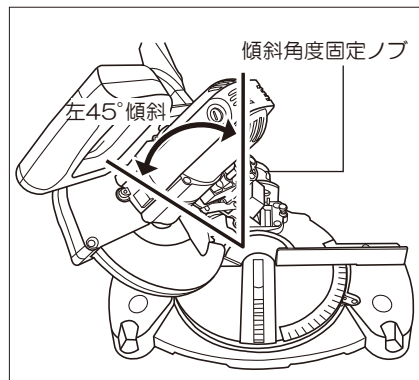

図35
- 本機後部の傾斜角度固定ノブをゆるめ、本機を左に傾斜させます。(図35参照)